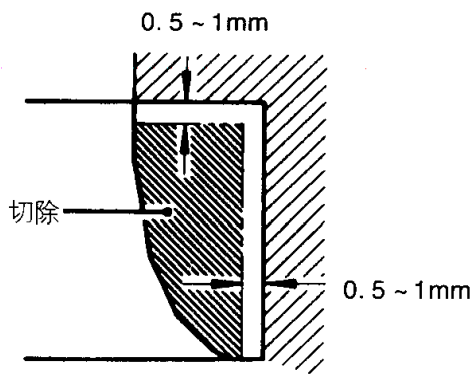

图 2-64 气门座孔径
(1) 从内侧切削所要更换的气门座减小壁厚，以此拆下气门座。
(2) 重新镗气缸盖上的气门座孔，使它达到所选定的加大气门座孔径（图 2-64）。进气门座加大尺寸 0.30mm 孔径为 44.300~44.325mm；进气门座加大尺寸 0.60mm 孔径为 44.600~44.625mm；排气门座加大尺寸 0.30mm 孔径为 38.300~38.325mm；排气门座加大尺寸 0.60mm 孔径为 38.600~38.625mm。